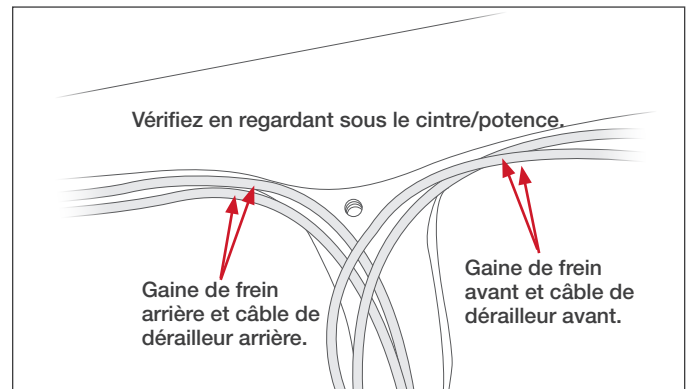

Figure 1
2. Vérifier le bon acheminement des câbles (les câbles se croisent sous la potence). Voir Figure 1.